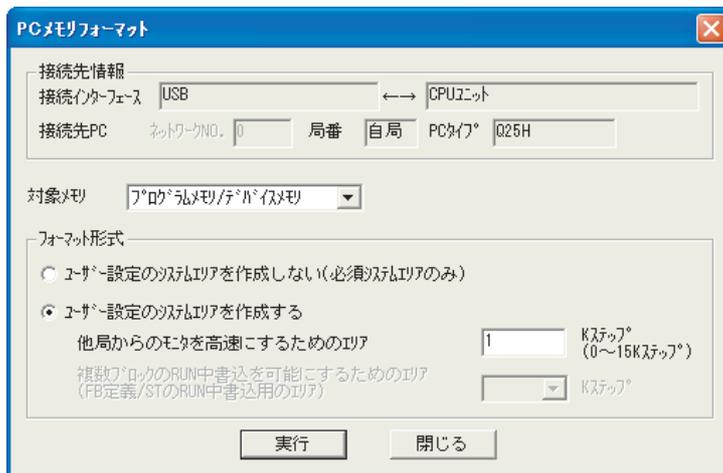

図 6.67 システムエリアの設定（1k ステップに設定した場合）
- GX Developerの[オンライン]→[PCメモリフォーマット]を選択すると、図6.67の画面が表示されます。